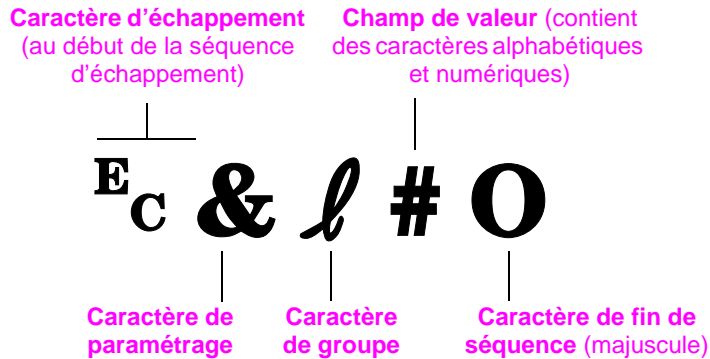

Figure D-1 Éléments des commandes d'imprimante
- 1 Les deux premiers caractères suivant E_C (à savoir les caractères de paramétrage et de groupe, voir Figure D-1) doivent systématiquement être les mêmes dans toutes les commandes à associer.